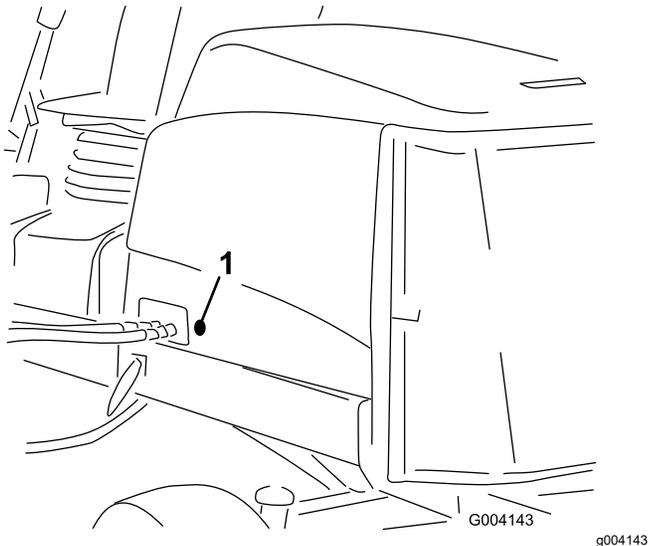

Рисунок 33
2. Извлеките резиновую втулку из отверстия с левой стороны капота (Рисунок 33).